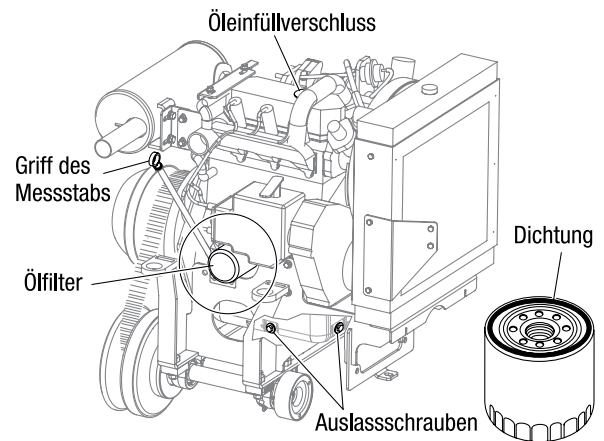

Abb. 14. Austausch des Ölfilters
1. Den Motorölfilter (Abb. 14) bei jedem zweiten Ölwechsel bzw. nach 300 Betriebsstunden wechseln. Die genaue Vorgehensweise bitte dem Motorhandbuch entnehmen.
2. Die Dichtung (Abb. 14) des neuen Ölfilters mit sauberem Motoröl benetzen.